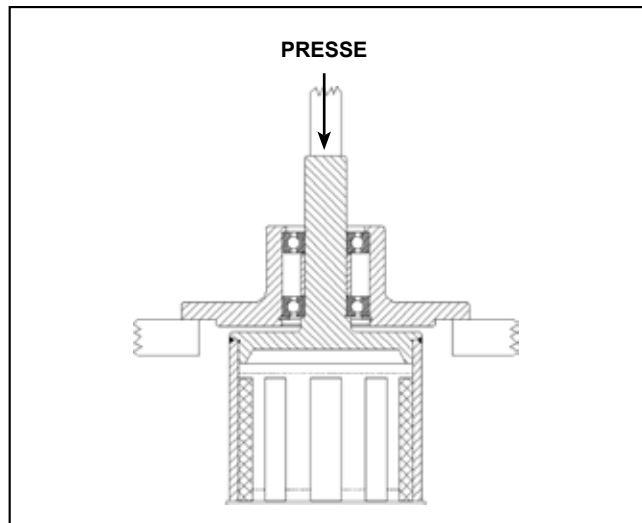

FIGURE 24
2. Retirez la bague de retenue externe de l'arbre, placez l'unité dans la presse et sortez l'arbre comme indiqué à la Figure 24. Soutenez l'extrémité de l'aimant externe pour l'empêcher de tomber et de s'endommager.